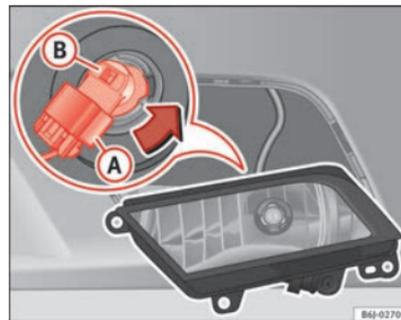

Abb. 191 Nebelscheinwerfer
- Ziehen Sie den Stecker ⇒ Abb. 191 (A) von der Lampe ab. ►
- Drehen Sie den Lampenträger ⇒ Abb. 191 **B** nach links und ziehen Sie.